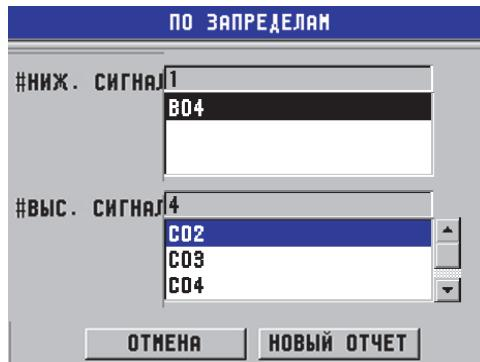

Рис. 6-44 Экран результатов отчета **СВОДКА СИГНАЛИЗАЦИИ**
- Открывается экран **СВОДКА СИГНАЛИЗАЦИИ** с выделенным ИД первого низкого порога сигнализации (см. Рис. 6-44 на стр. 141).